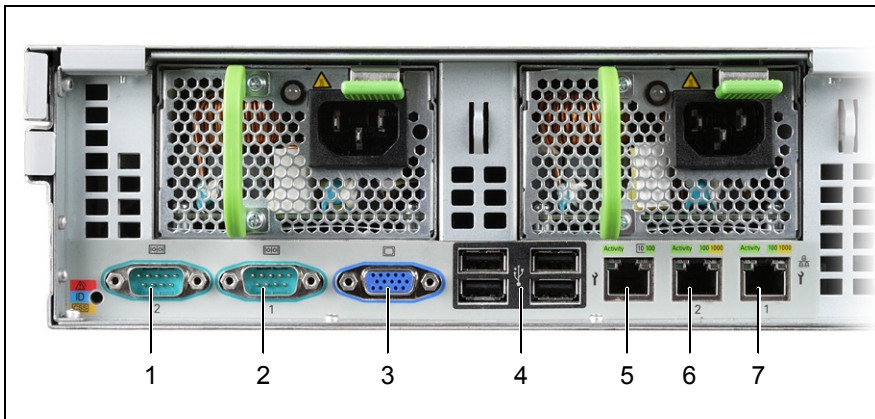

Рисунок 12. Разъемы на задней панели
Стандартные разъемы (рис. 12) помечены соответствующими символами, некоторые окрашены специальным цветом.
► Подсоедините монитор, клавиатуру и мышь к стандартным разъемам сервера (см. таблицу и рис. 12 на стр. 46).